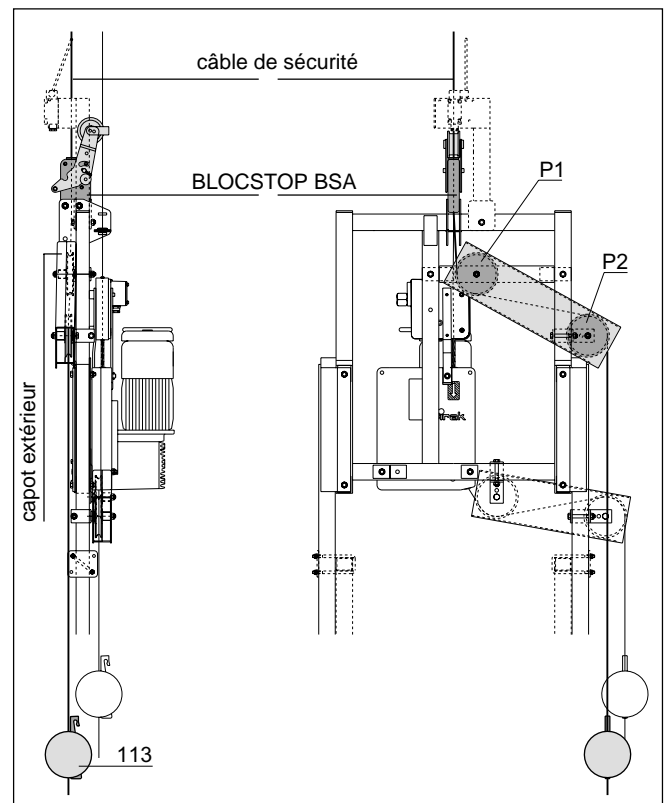

Fig. 1.33
c) ... sur les étriers cadre (Fig. 1.33)
- Avant d'engager le câble de sécurité (152) dans l'antichute BLOCSTOP BSA (109), vérifier s'il n'est pas enroulé autour du câble de levage (151).
- Accrocher un lest (113) à chaque câble de sécurité, à environ 20 cm au-dessus du sol.